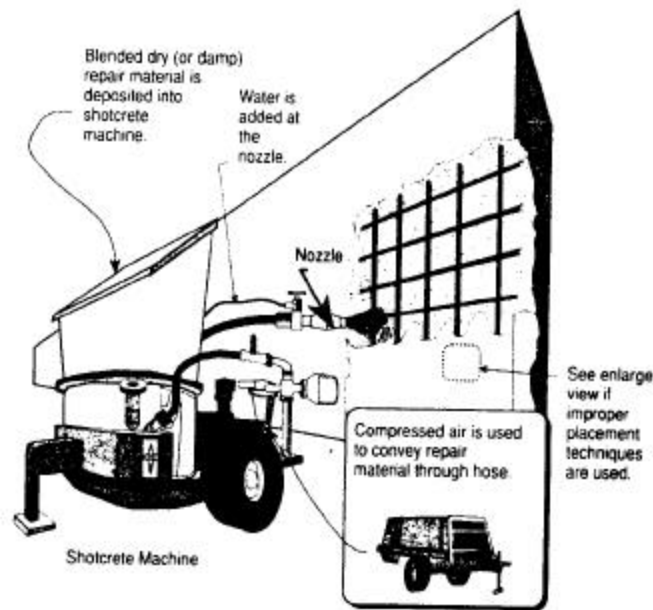

Fig 3.29 - Principe de projection du béton par voie sèche.
- Le **matériau sec est prédosé** (souvent volumétriquement) **et prémélangé**. Il est ensuite transporté dans des boyaux à l'aide d'un jet d'air comprimé. **L'eau n'est ajoutée qu'à l'extrémité de la lance** (Fig 3.29 et 3.30).